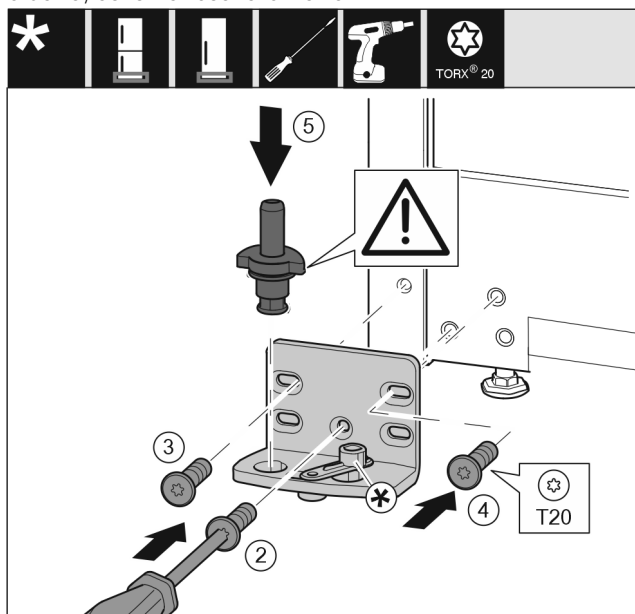

Fig. 17
- Helyezze fel a csapágybakot a másik oldalra, és csavarozza fel csavarhúzóval. Kezdje alul, a középső csavarral Fig. 17 (2).
- Húzza meg a csavart Fig. 17 (3) és a csavart Fig. 17 (4).
- Helyezze be teljesen a csapszeget Fig. 17 (5). Ügyeljen közben arra, hogy a reteszelő bütyök hátrafelé mutasson.